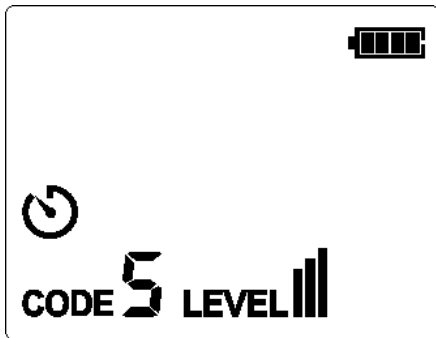

Figure 7.1.2c
3. Pour la plupart des applications, l'intensité de transmission par défaut est III (code par défaut : 5). Comme le montre la figure 7.1.2c, le niveau affiché sur l'écran LCD est III.